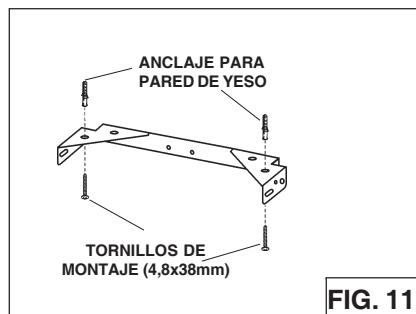

FIG. 11
3. Fije el conjunto del soporte en el cielo raso usando (2) tornillos de montaje de 4.8 x 38 mm y taqueta para placa de yeso (Fig.11). Asegúrese de que el soporte quede presionado sobre la esquina, pegado contra la pared y centrado sobre la campana.